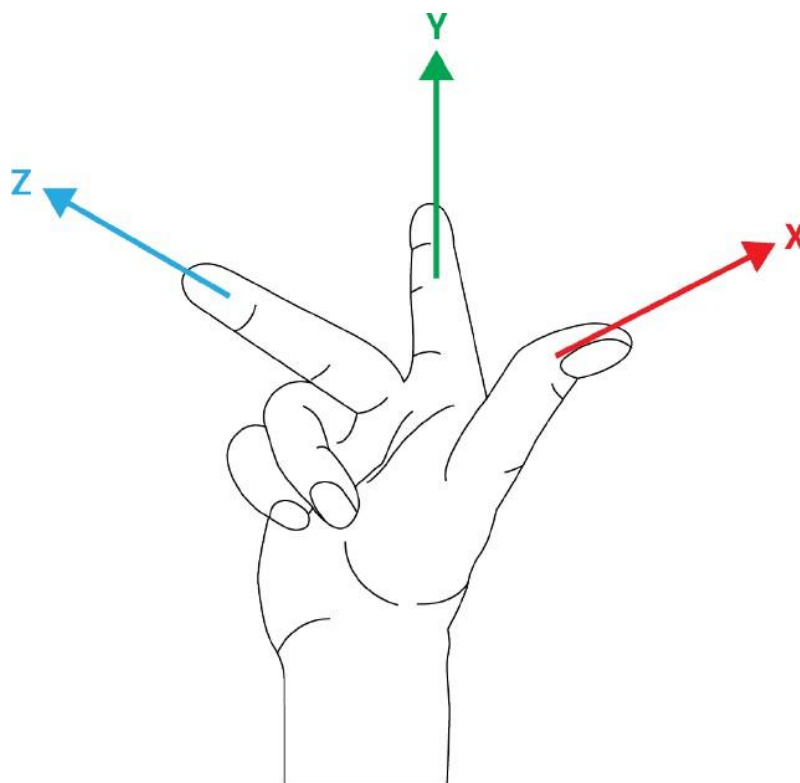

Рисунок 54 – Правило правой руки.
1. В рабочей зоне работа определить требования к пользовательской системе координат, а именно - нулевую точку пользовательской системы координат, положительные направления осей XYZ. Воспользуйтесь правилом правой руки, которое позволяет определить направление координатных осей. Если держать большой, указательный и средний палец правой руки так, чтобы они образовывали три прямых угла, большой палец указывает направление оси X, указательный палец — оси Y, а средний палец — оси Z (Рисунок 54);